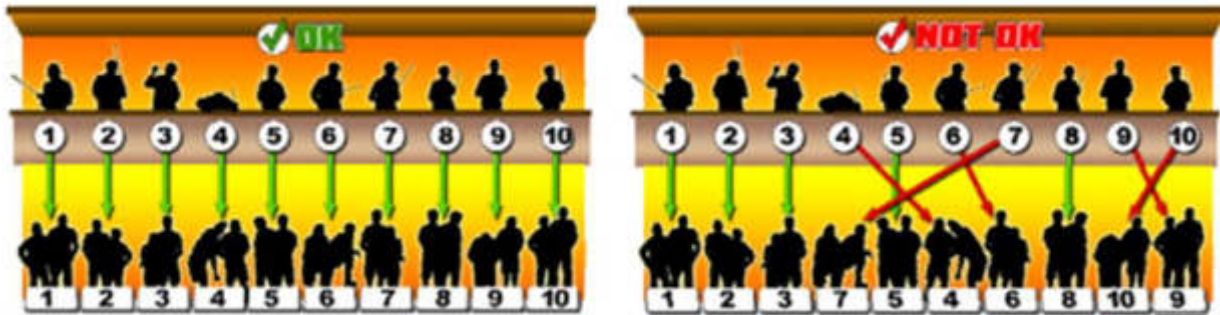

Figura 42: Disposizione dei Meccanici e dei Piloti nel palco
12.06.06 Prima della partenza della Finale, per ciascuna categoria, verrà eseguita la foto e la presentazione al pubblico dei Piloti finalisti da parte del Direttore di Gara. Durante la chiamata, il Pilota, dovrà salire sul palco e scegliersi il posto di maggiore preferenza per la sua guida. Successivamente, i Meccanici (o Meccanico) ad esso associati, dovranno occupare, ove possibile, la casella della corsia dei box di riferimento corrispondente e situata sotto al Pilota. Per una maggiore chiarezza di esposizione si faccia riferimento alla Figura 42 di pagina 90.